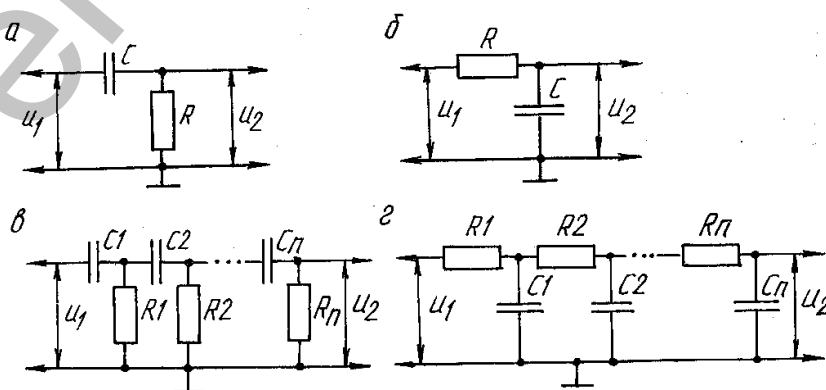

Рис. 2. RC-генераторы
Одно звено RC создает фазовый сдвиг на угол $\varphi < \frac{\pi}{2}$. Поэтому для получения сдвига по фазе на π нужно 3 или 4 таких звена, соединенных последовательно (рис.2).
1. Рассчитайте частоту RC-генератора с четырехзвенной цепью обратной связи (рис.2), по формуле: $f = \frac{0,13}{RC}$.